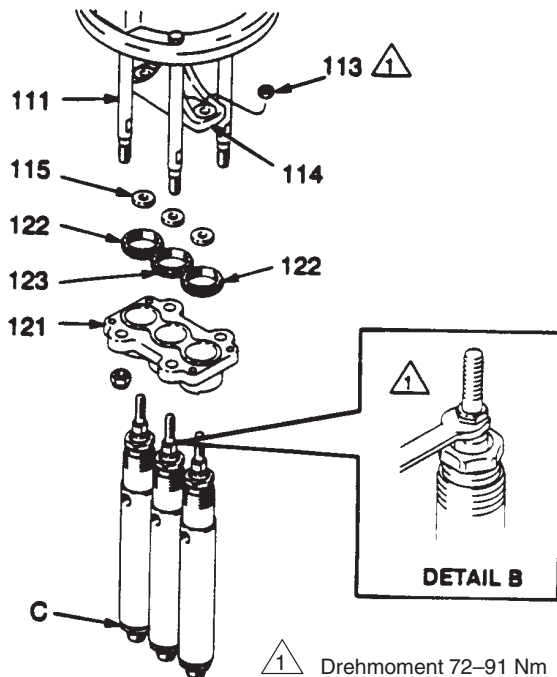

Abb. 22
1. Schrauben (113) oben auf der Traverse (114) der beiden äusseren Dosierpumpen abnehmen. Siehe Abb. 22. Anschliessend die äusseren Schrauben (122) oben an der Verbindungsplatte (121) an den beiden Dosierpumpen abschrauben. Für das Lösen der Schrauben einen Schraubenzieher und einen Hammer verwenden.
Hinweis: Die Verbindungsstangen (111) in Abb. 22 sind lediglich zur besseren Übersichtlichkeit aus der Verbindungsplatte (121) ausgebaut gezeigt; sie brauchen nicht ausgebaut werden.
2. Die beiden äusseren Pumpen von der Verbindungsplatte nehmen. Scheiben (115) von den Stangen entfernen.
Einen Schlüssel an die Schlüsselflächen der Kolbenstange der mittleren Pumpe anlegen und die Stange aus der Traverse (114) herausschrauben. Siehe Detail B in der Abb. 22. Pumpe von der Traverse (114) nehmen, dann die Scheibe (115) von der Pumpenkolbenstange.